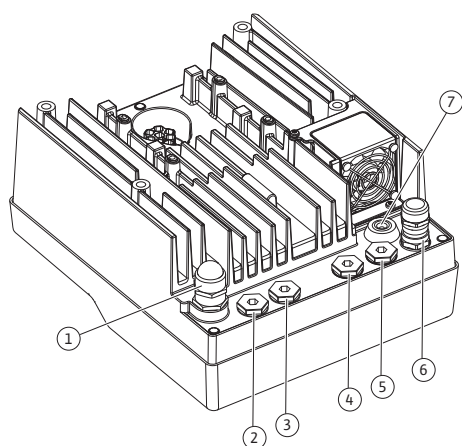

Fig. 19: Kabelforskruninger/kabelgennemføringer
4. Træk tilslutningskablet gennem kabelforskrning M25 (Fig. 19, pos. 1). Spænd kabelforskrningen med de foreskrevne drejningsmomenter.